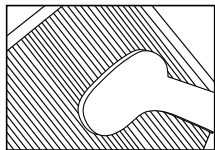

Fig. 8
4. Use el accesorio de cepillo con su aspiradora. Pase el accesorio por ambos lados de los filtros HEPA, limpiando bien entre los pliegues plisados de los filtros. Fig. 8